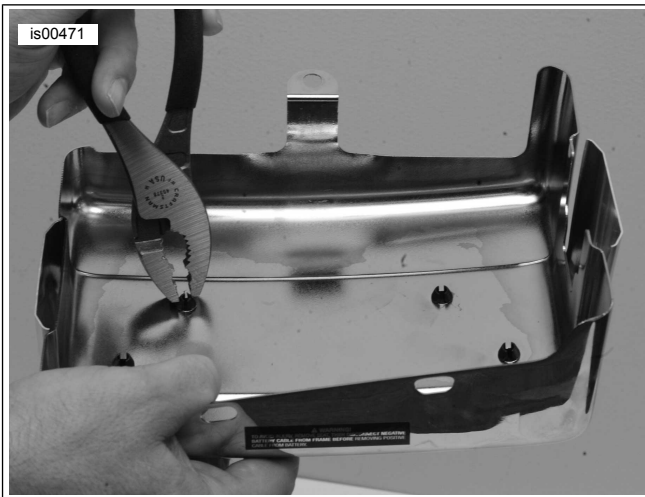

Figura 2. Spingere le linguette a presa facendole fuoriuscire dal coperchio della batteria
3. Vedere Figura 2. Rimuovere la finitura originale del coperchio della batteria dal coperchio stesso spingendo le quattro linguette a presa fuori dal coperchio, utilizzando un paio di pinze o un attrezzo adatto.